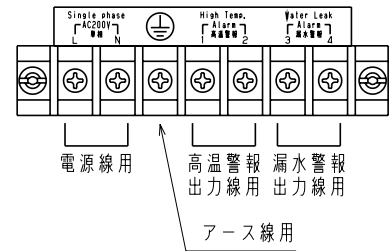

図 5 端子台の構成
- ・端子台への接続は、圧着端子（絶縁キャップ付など）を用いて指定の端子へ確実に行ってください。（図 5）
- ・端子台にあるアース端子を利用して、本体のアース接続を必ず行ってください。（図 5）